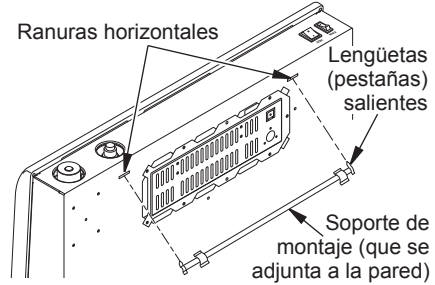

Figura 11 - Montaje del calentador en el soporte de montaje
- Localice las dos ranuras horizontales en el panel posterior del calentador (consulte la figura 11).